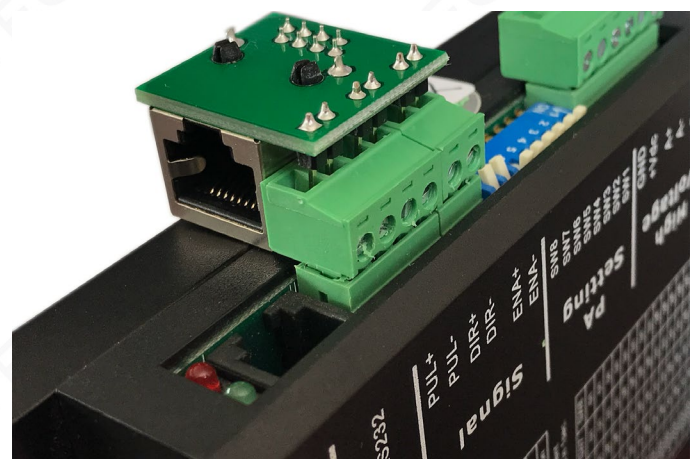

Bild 9: Montage der RJ45-Adapter an der Klemmleiste
- Montieren Sie die Adapter, wie in Bild 9 gezeigt.